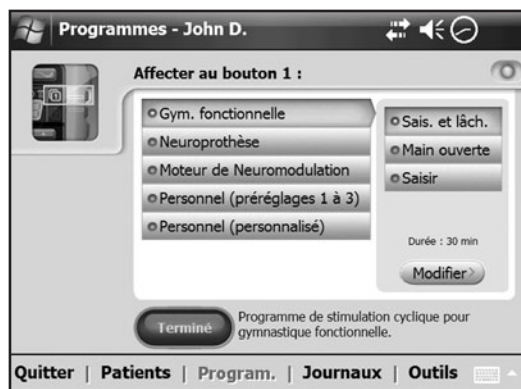

Figure 8-36 : Fenêtre Affecter au bouton 1.
2. La fenêtre Affecter au bouton 1 s'ouvre. Reportez-vous à la Figure 8-36.